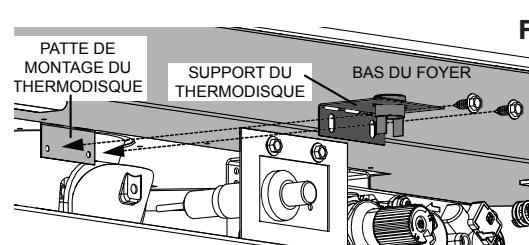

Fig. 4
- Piez-le support du thermodisque à 90 degrés puis fixez-le au patte de montage utilisant les deux vis fourni, Figure 4. Assurez que le thermodisque touchez-le bas du foyer et que le harnais de fils est correctement fixé.